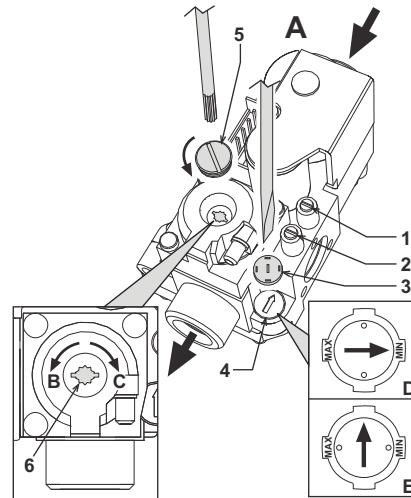

fig. 17 - Regulación de la presión
En las calderas PEGASUS D es posible regular la capacidad térmica del hogar y en consecuencia la potencia térmica entregada al agua de calefacción, actuando únicamente en la regulación del quemador principal a través de la válvula de gas (véase fig. 17). Los diagramas del apartado cap. 5.2 indican la variación de la potencia térmica entregada al agua al variar la presión de funcionamiento del quemador. La adecuación de la potencia de la caldera a las exigencias de calefacción permite reducir las dispersiones y ahorrar combustible. Además, con la variación de potencia reglamentada por la normativa, las calderas mantienen casi inalterados los valores de rendimiento y las características de combustión.
- Con un pequeño destornillador sacar el capuchón de protección 5 del operador secundario de la válvula de gas de fig. 17.
- Conectar un manómetro a la toma de presión 2 (fig. 17), situada después de la válvula del gas, y poner el mando del termostato de la caldera en el valor máximo.
- Regular la presión por medio del tornillo 6 (fig. 17) en el valor deseado, guiándose con los diagramas del apartado cap. 5.2.
- Quitar el pequeño capuchón de protección 3 de la válvula de gas (fig. 17). Con un pequeño destornillador, regular el "STEP" de encendido para el gas deseado (**G20-G25** posición **D** fig. , o **G30-G31** posición **E** fig. 17), y volver a poner el capuchón.
- Purgar el aire presente en los tubos del gas por medio de la toma de presión 1 de la válvula del gas (fig. 17).